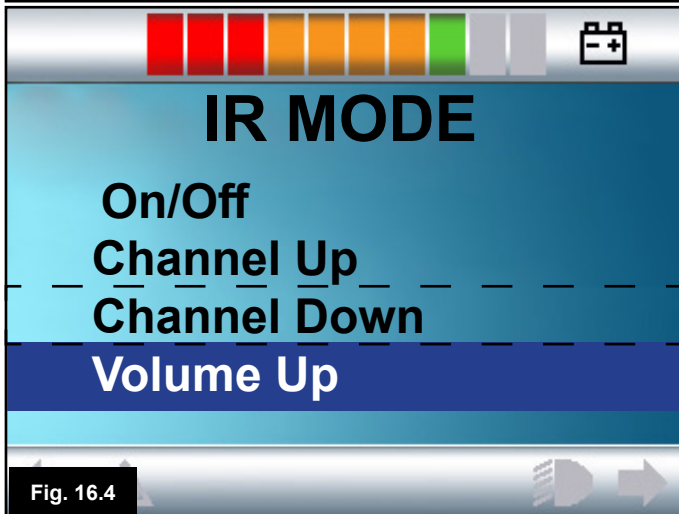

Fig. 16.4
5. Ved å skyve joysticken bakover, vil neste enhet under den som fortiden vises, utheves (Fig 16.4).